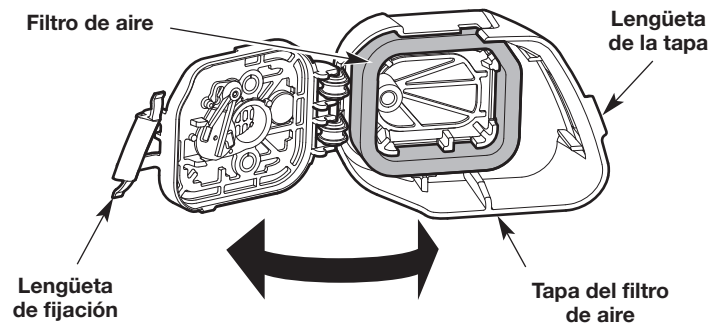

Fig. 21
1. Abra la cubierta del filtro de aire: Enganche sus dedos detrás de la lengüeta de la tapa. Para destrabar la tapa del filtro de aire, jale hacia la izquierda y lejos del motor. Es posible que deba jalar firmemente. Gire la cubierta del filtro de aire hacia la derecha (Fig. 21).
2. Extraiga el filtro de aire del interior de la cubierta del filtro de aire (Fig. 21).
6. Reinstale el filtro de aire dentro de la cubierta del filtro de aire (Fig. 21).
7. Cierre la cubierta del filtro de aire: Gire la cubierta del filtro de aire hacia la izquierda y oprímala para cerrarla hasta que la lengüeta de fijación entra a presión en su lugar (Fig. 21).